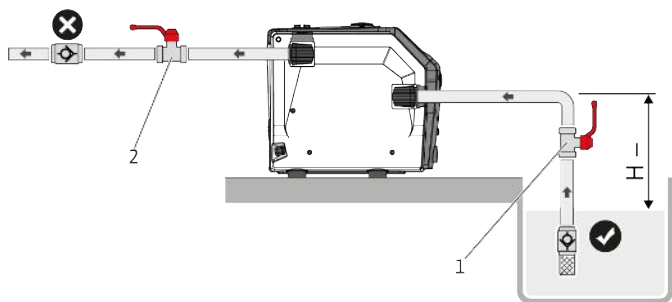
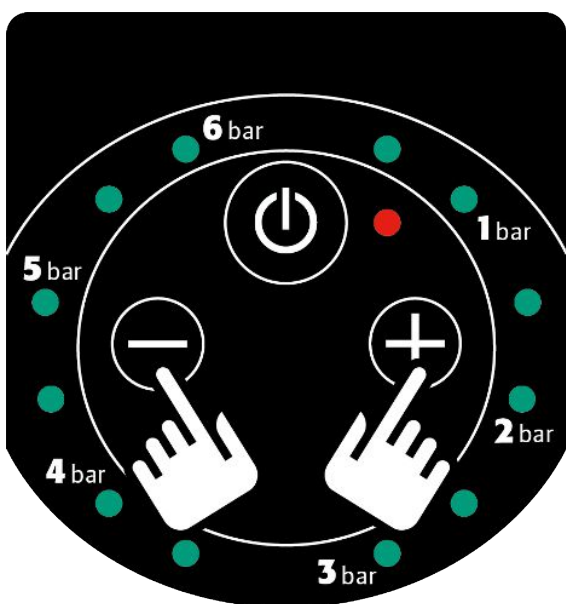

Fig. 8: Sesalno obratovanje
Fig. 11: Upravljalna tipka + in -
1. Če je izdelek nameščen v načinu obremenitve (Fig. 8), enkrat pritisnite upravljalno tipko »Vklop/izklop« (Fig. 11).
2. Pritisnite upravljalno tipko »Vklop/izklop« na nadzorni plošči (Fig. 11).